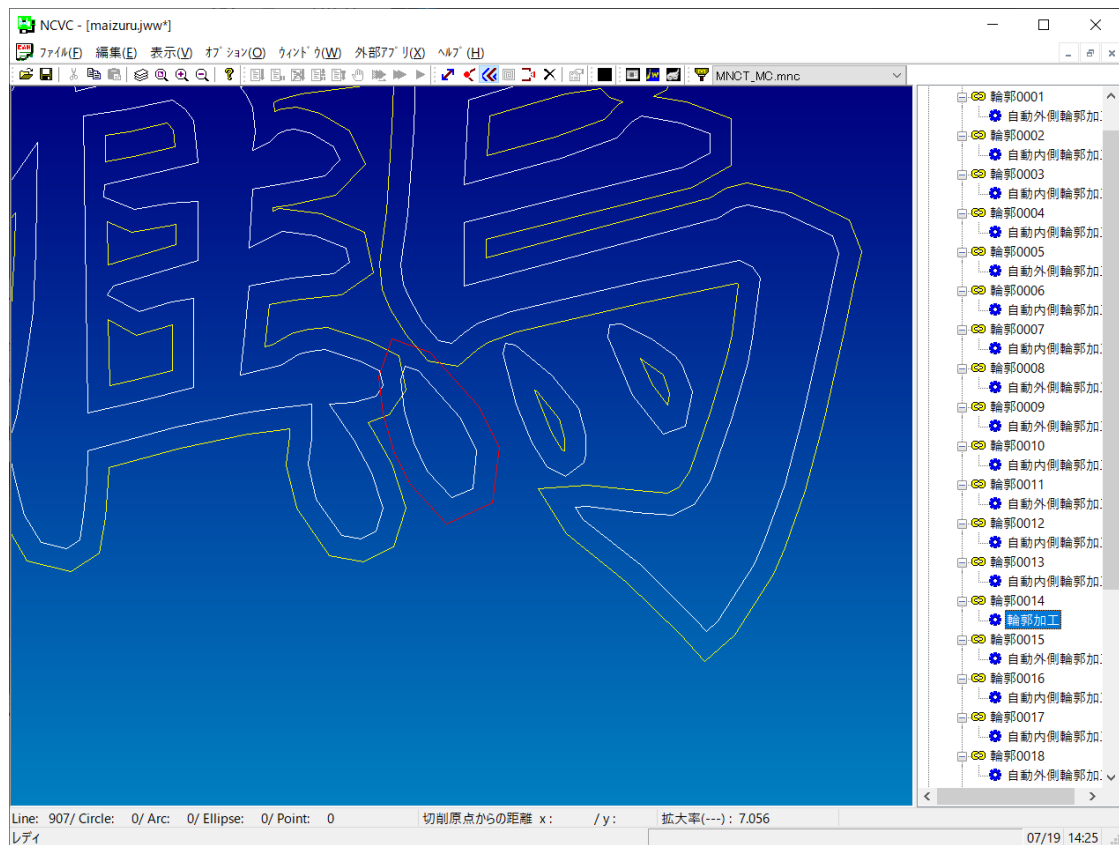

図 3.3 手動輪郭設定
3) 加工指示が「輪郭」になっているので、元の図形を（選択された状態で）再クリックすると、一時的な輪郭オブジェクトが生成されます。マウスを動かし内外の希望する側でクリックしてください。クリック（決定）すると、図 3.3 のように右側のツリーにも該当図形集合に「輪郭加工指示」が追加されます。